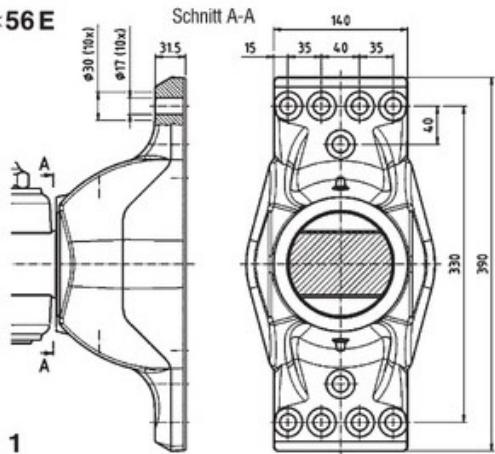

Abb. 1
- für RO*56E wird eine Schwerlast-Traverse mit einem Lochbild (siehe Abb. 1) mit 10xØ17 Bohrungen benötigt